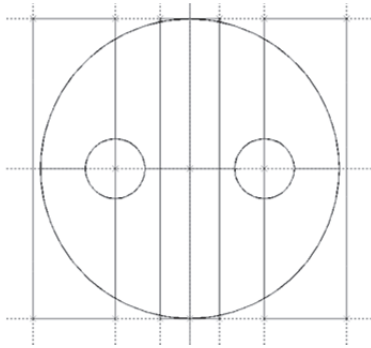

Рисунок 1.5
5. Отметьте правой кнопкой мыши верхнюю грань полученной модели и в появившемся контекстном меню выберите команду «Чертить на грани». Затем вновь вызовите команду «Построить прямую» и с помощью команд построения параллельных прямых нанесите линии (рис. 1.5).